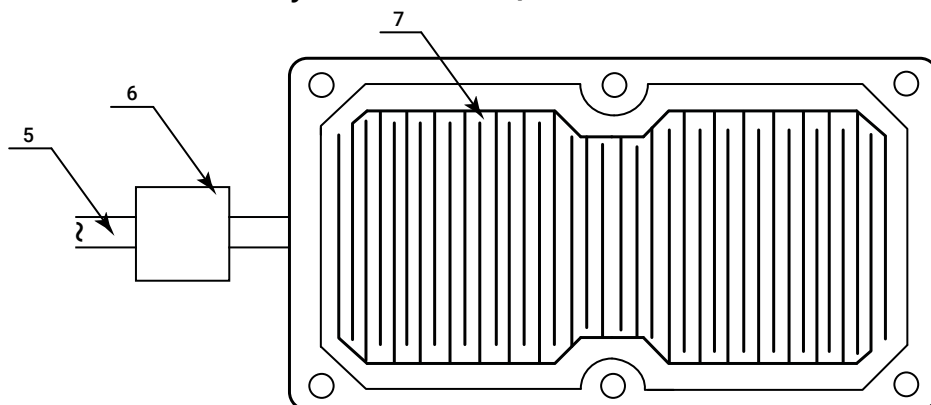

Рисунок 2. Сенсор WS 1-1
- Закрепите сенсор на полу с помощью самоклеящегося держателя (рис. 2);